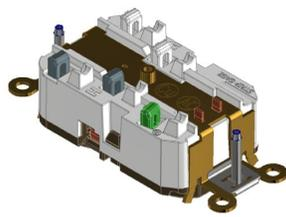

Fig. 3
- À la Fig. 3, les plongeurs sont en position "vers le bas". À cette position, il est impossible d'insérer les fils.